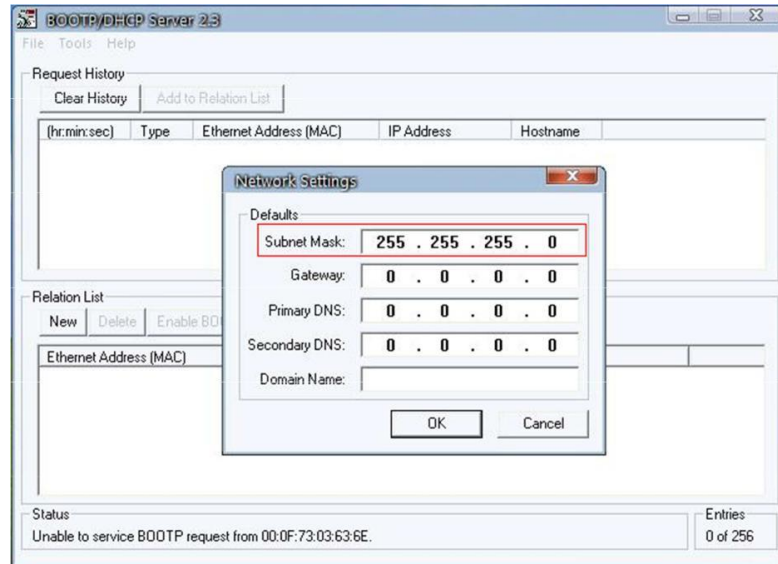

Figura 9. Configuración de la máscara de la IP del PLC
- Se debe desplegar la siguiente ventana, en la cual se configurar inicialmente la máscara como se muestra en la figura 9 (como mínimo se debe configurar la máscara de la Subnet y dar *OK*).